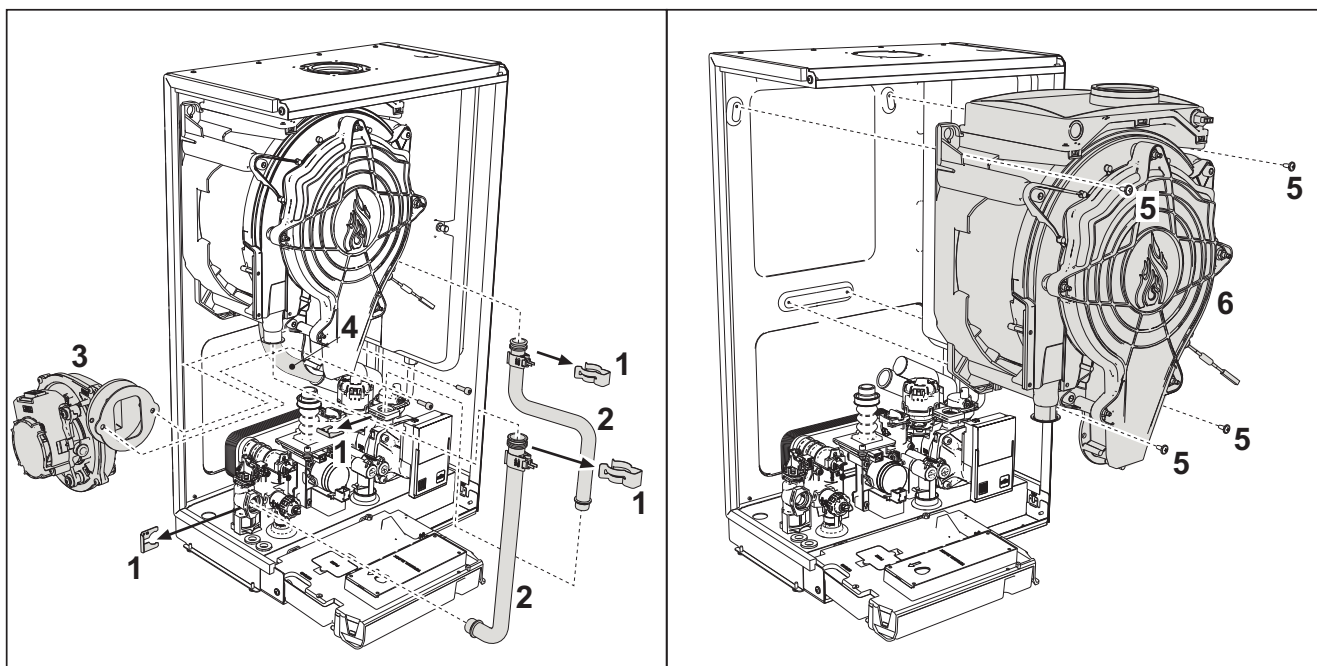

fig. 40- Schimbătorul principal
- Scoateți cele 2 șuruburi **de sus "5"** care fixează schimbătorul de căldură de șasiu (fig. 40)
- Slăbiți cele 2 șuruburi **de jos "5"** care fixează schimbătorul de căldură de șasiu (fig. 40)